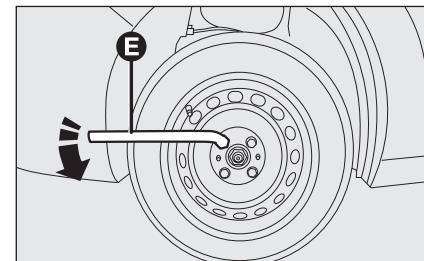

fig. 5
- con la llave inglesa suministrada, afloje una vuelta los tornillos de sujeción de la rueda que vaya a cambiar **E**-fig. 5;